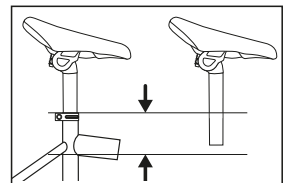

Abb. 3: Sattelhöhe / Mindesteinstecktiefe
- ↳ Achten Sie auf die richtige Sattelhöhe. Halten Sie bei Einstellung der Sattelhöhe die Mindesteinstecktiefe der Sattelstütze ein (siehe Abb. 3). Die Mindesteinstecktiefe ist anhand einer Markierung an der Sattelstütze erkennbar.